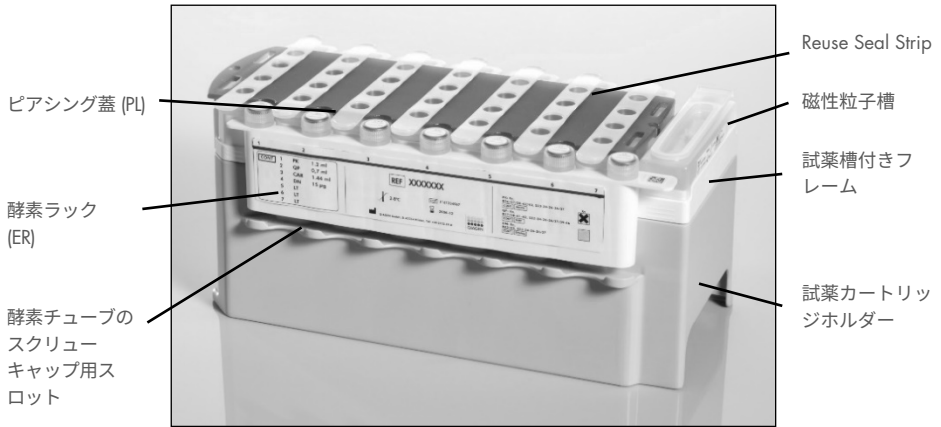

図 2. QIASymphony 試薬カートリッジ (RC)。 試薬カートリッジ (RC) には、プロトコールランに必要なすべての試薬が含まれています。
DNA 精製用試薬は、革新的な試薬カートリッジ (RC) に含まれています (図 2 を参照)。試薬カートリッジ (RC) の各槽には、磁性粒子、溶解緩衝液、洗浄バッファー、溶出バッファーなどの特定の試薬が含まれています。部分的に使用した試薬カートリッジ (RC) は、後での再使用に備えて Reuse Seal Strip で再密封できるため、精製手順の終了後に試薬が残ってしまったことによる廃棄物の発生を避けることができます。
磁性粒子槽カバーを外し、酵素ラックチューブを開け (スクリューキャップは専用スロットに収納可能、図 2 参照)、次に試薬カートリッジ (RC) を「Reagents and Consumables (試薬・消耗品)」ドロワーに装填します。